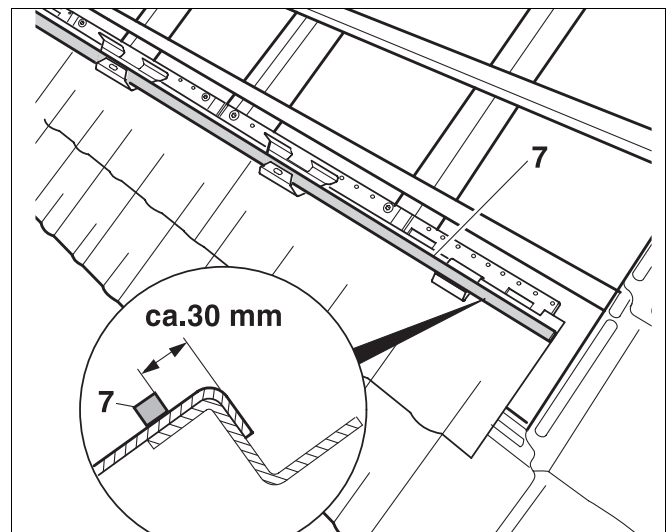

Abb. 20 Quadratisches Dichtband aufkleben
- Die Schutzfolie von der Klebeschicht der quadratischen Dichtbänder (Abb. 20, Pos. 7) abziehen.